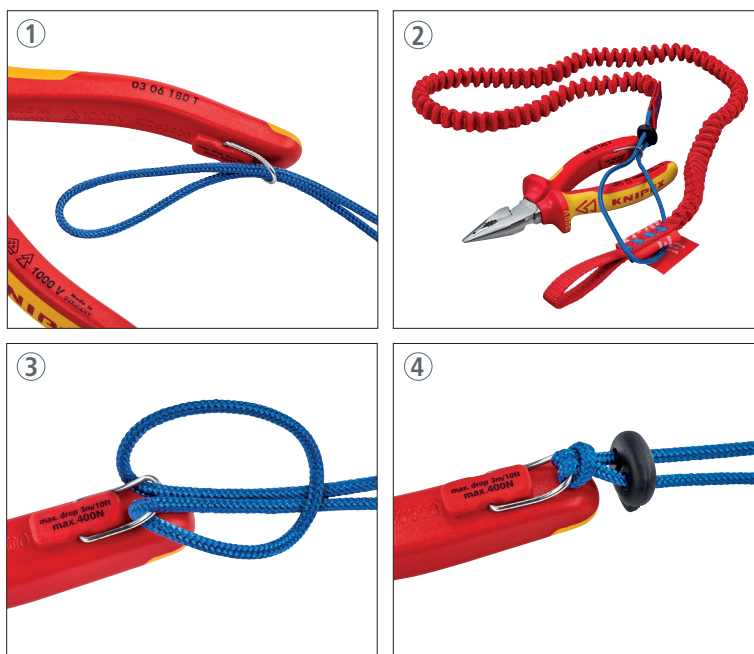

Fig. 6: Anslutning via ögla
- KNIPEX-verktyg med förankringspunkt ska endast anslutas via ögla (fig. 6).
Fäst den andra änden av fånglinan i en lämplig och tillförlitlig förankringspunkt, antingen via ögla eller karbinhaken (se kapitel 4.1.1, fig. 6 och 4.1.2).